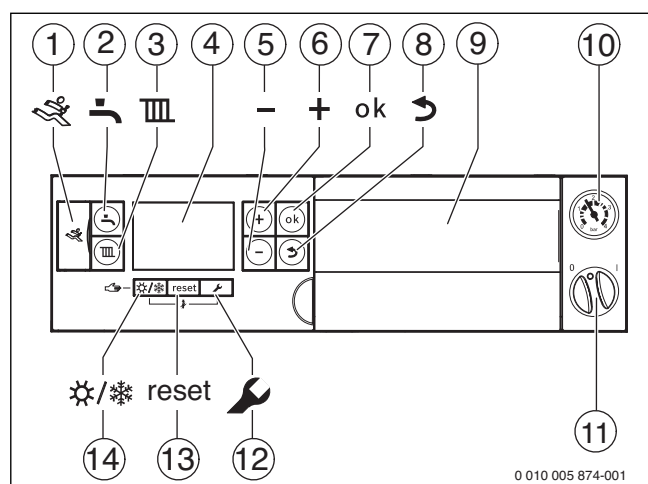

Fig. 6 Pannello di comando con copertura del pannello di comando aperta
- Termoregolatore integrato per regolazione in base alla temperatura esterna (→ fig. 6, [9]).